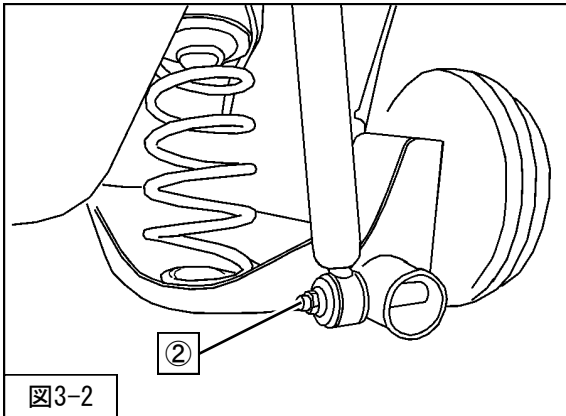

図3-2
3. ②リアショックアブソーバASSYロア取付ナットを取外してください。(図3-2)